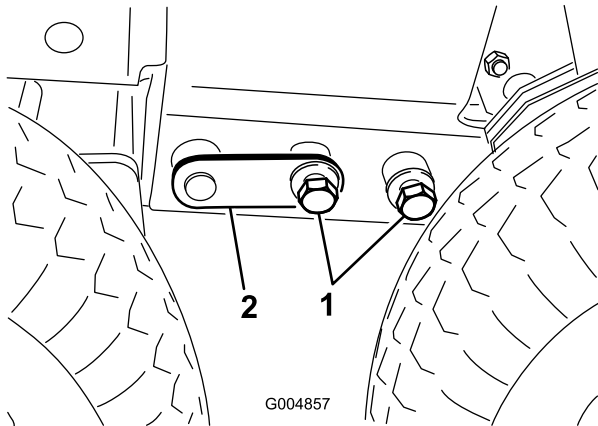

Figure 22
8. Ajustez le cric ou agitez la cabine manuellement afin de pouvoir installer les boulons (3/4 po) de chaque côté (Figure 22). Serrez les boulons à 359 Nm (265 pi-lb).